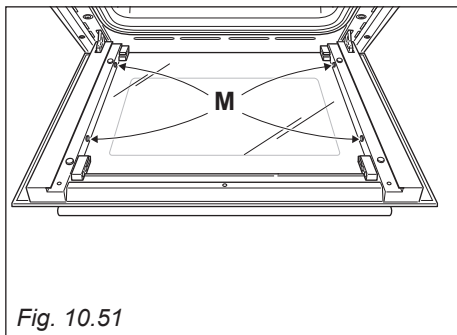

Fig. 10.51
- Verificare che i 4 distanziatori "M" siano nella loro posizione (fig. 10.51).